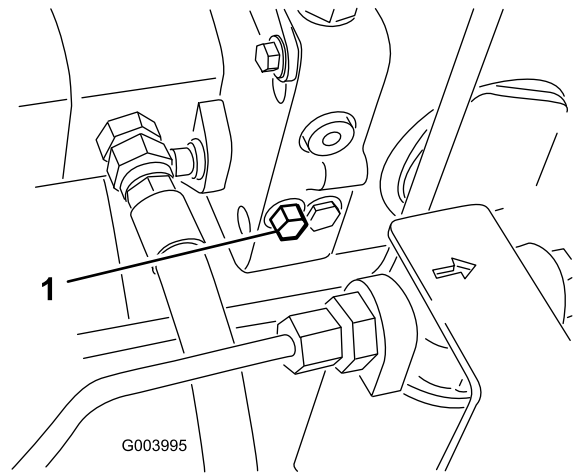

Figura 92
1. Rode o parafuso da válvula de derivação 1½ voltas para abrir para permitir a passagem do óleo internamente (Figura 92).